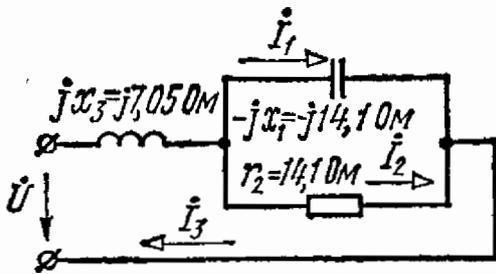

Рис. 4.35
4.35. Определить токи в ветвях цепи, схема которой приведена на рис. 4.35, если напряжение $U = 100 \text{ В}$.